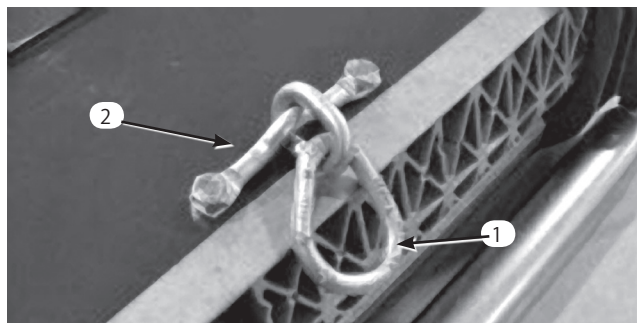

図3
- カuttingユニットの上面にチェーン・リンクを取り付けブラケットとキャップスクリュ (2本) で取り付け、キャップスクリュをトルク締め($34-40 \text{ N}\cdot\text{m}=3.5\sim 4.0 \text{ kg}\cdot\text{m}$)します。大きいほうのリンクがトラクションユニット側になります (図3)。